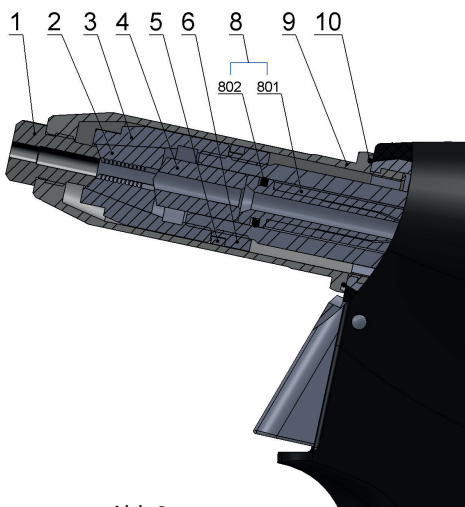
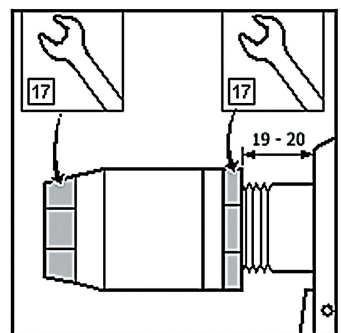

Abb.2
Abb.3
Trennen Sie das Werkzeug von der Druckluftquelle, schrauben Sie das vordere verstellbare Frontdüse /Abb.2 - Pos.9/ mit einem Schraubenschlüssel Nr. 23 ab, setzen Sie den Schlüssel Nr. 17 (15) auf die Spannhülse /Abb.2 - Pos.3/ und den Schlüssel Nr. 17 auf die HP - Mutter /Abb.2 - Pos.6/ und lösen Sie diese. Schrauben Sie die Spannhülse ab und tauschen Sie die Spannbacksätzen / Abb.2 - Pos.2/ und den Komplettes Saugleitung /Abb.2 - Pos.8/ aus. Alle verwendeten Gewinde sind Rechtsgewinde. Reinigen Sie die demontierten Teile gründlich und unterziehen Sie diese und insbesondere die folgenden Teile einer Sichtprüfung:
- 1) Spannbacksätzen /Abb.2 - Pos.2/ - Abgenutzte oder beschädigte Teile müssen ausgetauscht werden. Reinigen Sie verschmutzte Teile mit einer Drahtbürste.
- 2) Mundstück /Abb.2 - Pos.1/ - Überprüfen Sie die Funktionsflächen des Reduzierstücks auf Verschleiß.
- 3) Komplette Saugleitung /Abb.2 - Pos.8/ - Abgenutzte oder beschädigte Teile müssen ausgetauscht werden /Abb.2 - Pos. 801,802/.
- 4) Verstellbare Fronddüse /Abb.2-Pos.9/ - Überprüfen Sie die Innenfläche auf Beschädigungen (Ø 18).
- 5) Abstreifring /Abb.2 - Pos.5/ - Ersetzen des Rings durch einen neuen Abstreifring, sofern dieser beschädigt oder abgenutzt ist.
Montieren Sie die Teile in umgekehrter Reihenfolge (siehe Teile-Demontage). Geben Sie einen Tropfen Schmieröl (wir empfehlen das Hydrauliköl HYSPIN AWHM 32 CASTROL) auf die Außenfläche der Spannbacksätzen /Abb.2 - Pos.2/. Geben Sie eine dünne Schicht Plastik - Schmierstoff MOGUL LV 2-3 auf die Saugleitung und den O-Ring /Abb.2 - Pos. 801,802/. Die Grundeinstellung der Spannbacken erfolgt wie in Abb. 3 dargestellt.